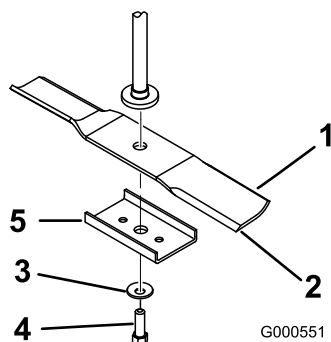

Figure 47
Tenez la lame par son extrémité avec un chiffon ou un gant épais. Enlevez de l'axe le boulon, la rondelle bombée, le renfort et la lame de l'axe (Figure 47).
1. Placez la lame sur l'axe (Figure 47).
2. Montez le renfort, la rondelle bombée (face concave vers la lame) et le boulon de lame (Figure 47).